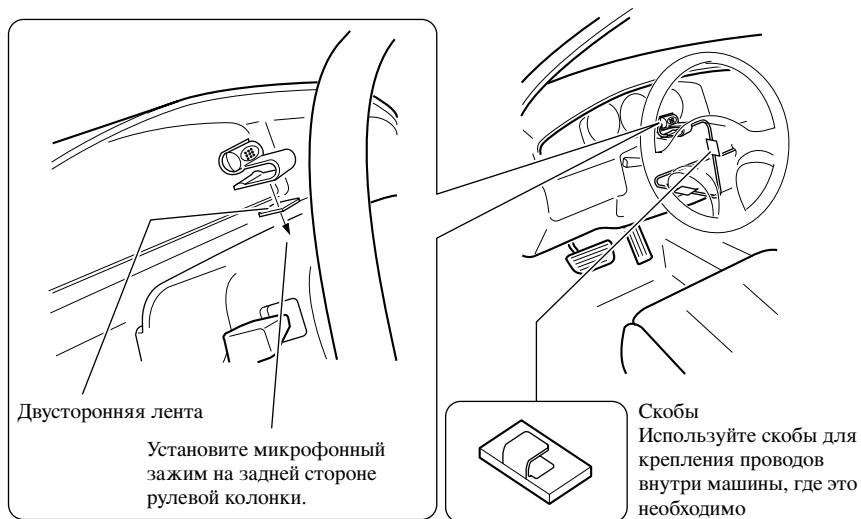

Рис. 19
2. Установка микрофонного зажима на рулевой колонке. (Рис. 19)